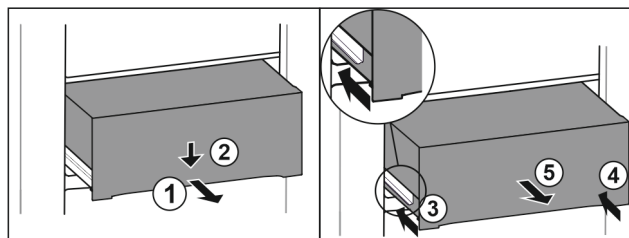

Fig. 71
- ▶ Wyciągnąć szufladę do połowy. Fig. 71 (1)
- ▶ Popchnąć szufladę z przodu w dół. Fig. 71 (2)
- ▶ Wsunąć lewą szynę o ok. 2 cm. Fig. 71 (3)
- ▶ Wsunąć prawą szynę o ok. 2 cm. Fig. 71 (4)
- ▶ Wyjąć szufladę do przodu. Fig. 71 (5)